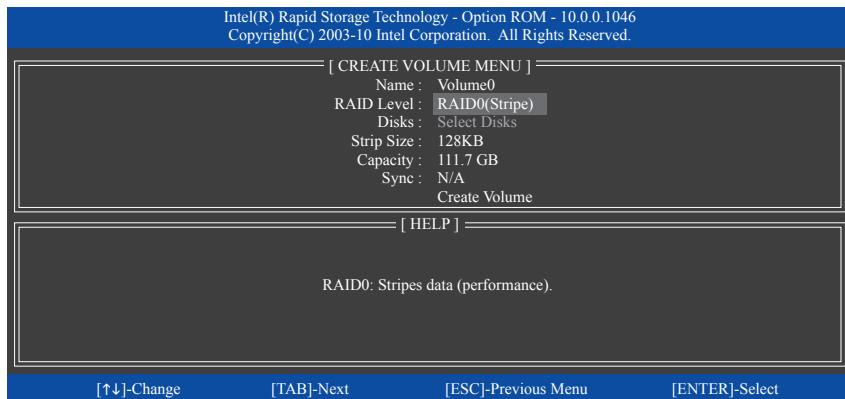

図 4
**CREATE VOLUME MENU** スクリーンに入った後、**Name** アイテムの下で 1~16 文字(文字に特殊文字を含めることはできません)のボリューム名を入力し、<Enter> を押します。次に、RAID レベルを選択します(図 4)。サポートされる RAID レベルには RAID 0、RAID 1、Recovery(リカバリ)、RAID 10、RAID 5 が含まれています(使用可能な選択は取り付けられているハードドライブの数によって異なります)。<Enter> を押して続行します。